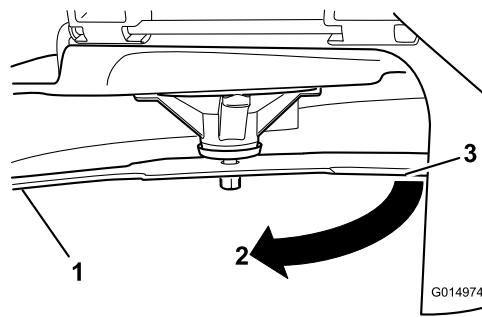

Рисунок 68
- Измеренное расстояние между ножом и поверхностью (A)
- Поверните тот же нож на 180 градусов, чтобы теперь его противоположная режущая кромка была в том же положении (Рисунок 68).